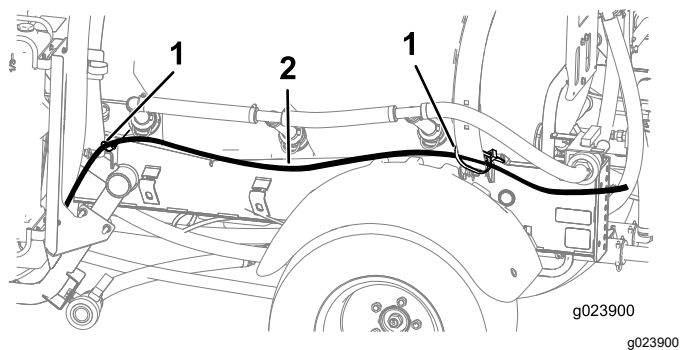

図 16
2. 泡チューブ2本を、ブームから前方へ、車体の左右それぞれの側面に、取り付けブラケットと共に配設する 図 16